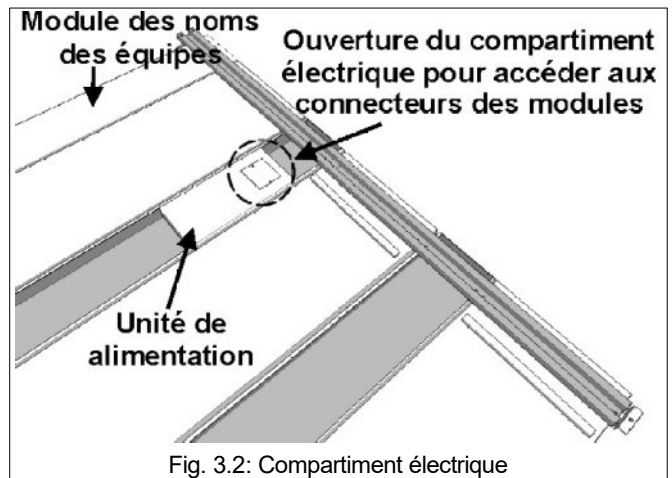
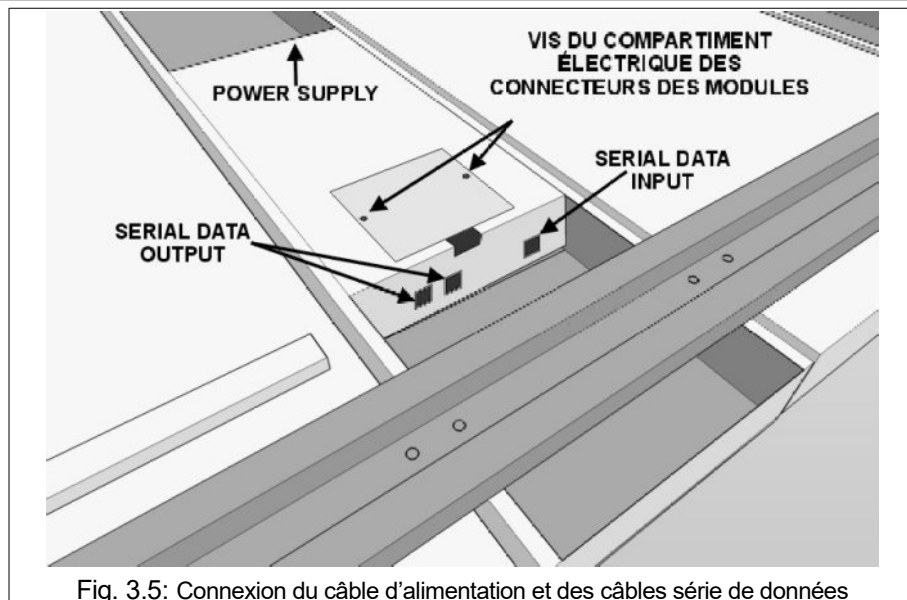

Fig. 3.2: Compartiment électrique
Fig. 3.5: Connexion du câble d'alimentation et des câbles série de données
- Repérez le module où se trouve l'unité d'alimentation (voir Fig. 3.2); utilisez un tournevis cruciforme pour ouvrir le compartiment des connexions électriques (Fig. 3.5).
L'unité d'alimentation (voir Fig. 3.5) a les connecteurs suivants: